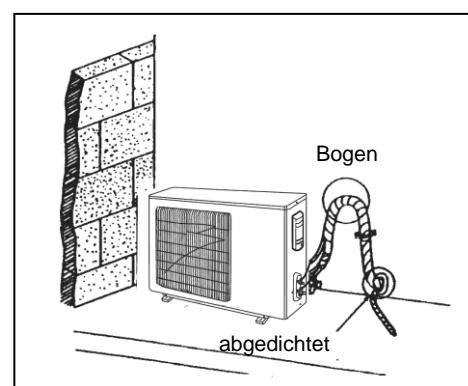

Abb. 16
- b) Alle Rohre sind aneinander mit Isolierband gebunden und sollten einen Bogen bilden, so dass kein Wasser in den Raum zurück laufen kann. (Siehe Abb. 16.)